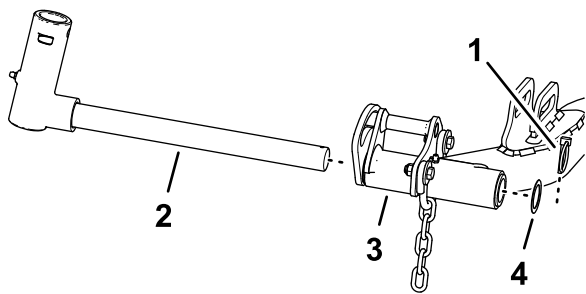

Figura 27
1. Retire el pasador de seguridad y la arandela que fijan el eje pivotante del brazo de elevación al brazo de elevación y deslice el eje pivotante fuera del brazo de elevación (Figura 27).